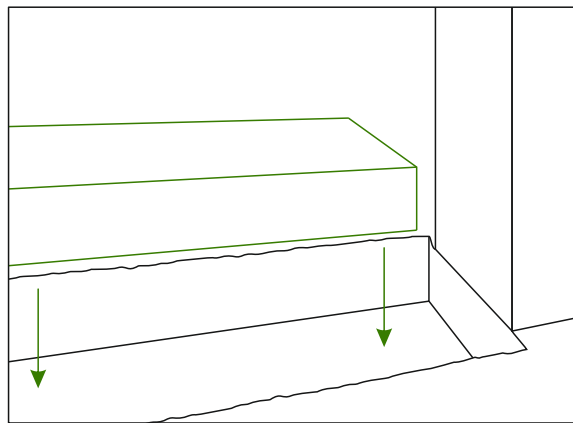

Abb. 4
5. Legen Sie das Tragprofil mit der breiten Seite auf das vorbereitete Fundament und damit in die Vertiefung. Achten Sie darauf, dass das Profil auf dem gesamten Untergrund waagrecht aufliegt. Siehe Abb. 4.